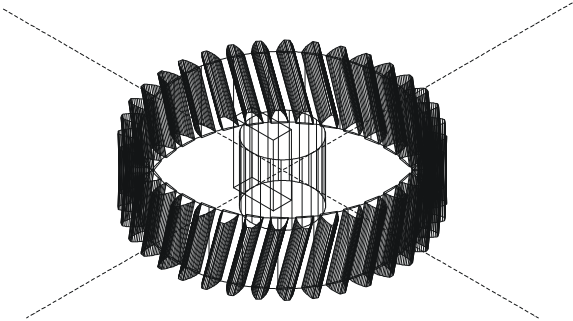

图 10-2-11
STEP 01 使用 CYLINDER、BOX 等命令绘制一个圆柱体及长方体，如图 10-2-11 所示。其具体操作如下：